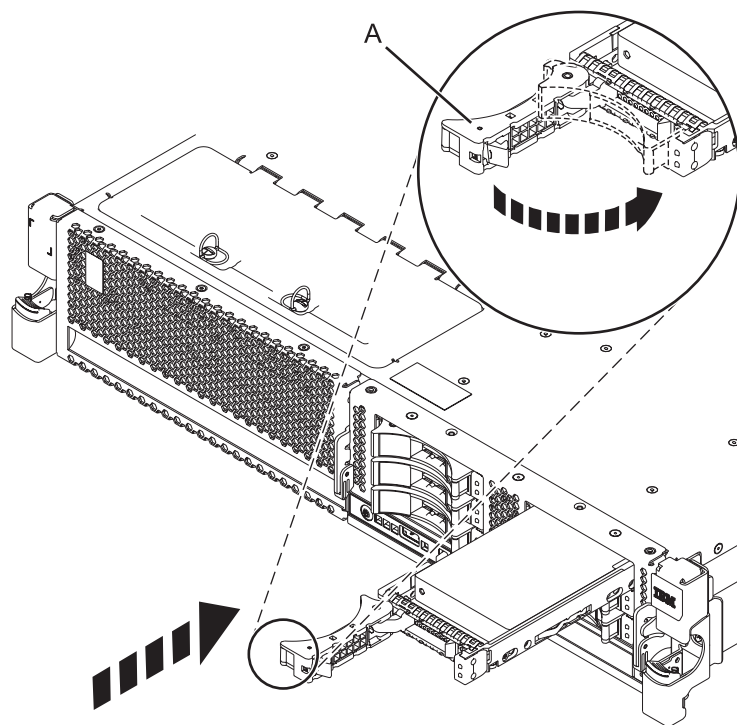

Figura 53. Instal·lació d'una unitat de disc al sistema
4. Inseriu del tot la unitat de disc o unitat d'estat sòlid al sistema o a la unitat d'expansió i feu pressió a la nansa de la unitat de disc o unitat d'estat sòlid (A) fins que quedi bloquejada. Consulteu Figura 53.